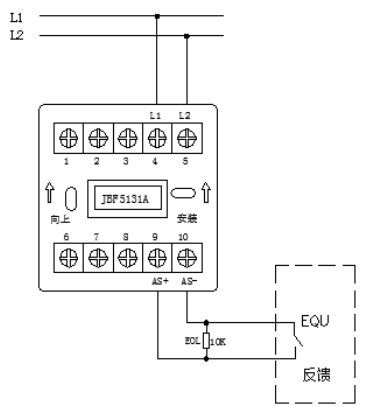

图 3 接线方式: 监视无源闭合应答的现场设备
- 监视无源闭合应答的现场设备时: AS+ (端子 9)、AS- (端子 10): 接应答 (无源触点), 连接在 AS+ 和 AS- 上的监视设备的动合端必须并联 10KΩ 终端电阻。接线示意图如图 3: